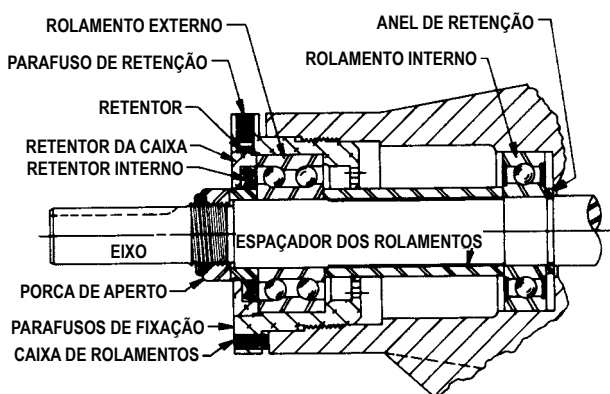

FIGURA 8
OBS.: As bombas tamanhos AS, AK e AL não têm anel de pressão; uma arruela de retenção deve ser montada sobre o final do eixo antes do mancal ser montado. Veja **figura 8**, página 6.
7. Coloque o espaçador de rolamentos no eixo da bomba (bombas tamanhos AS, AK e AL). Veja **figura 8**, página 6.
OBS.: Nas bombas tamanhos AS, AK e AL, instale o anel de retenção no final da caixa de rolamentos. O anel deve estar direcionado para o final do eixo. Coloque o espaçador de rolamentos e anel de retenção e instale a caixa de rolamentos e prenda a bomba com os parafusos de fixação. Ver **figura 8**, página 6